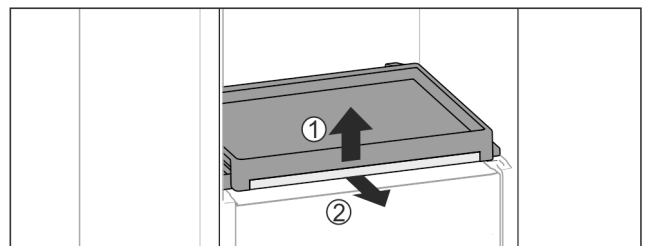

Fig. 79
- ▶ Auszugsbord mit Glasplatte entnehmen: Glasplatte vorne leicht anheben Fig. 79 (1) und nach vorne herausziehen Fig. 79 (2).